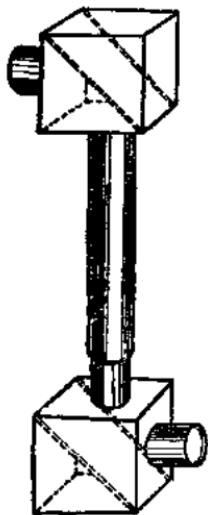

图 4
5. 把长筒互相套入，然后外面涂黑即成可转动潜望镜了(图4)。